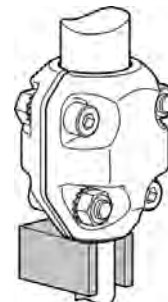

Abb. 13
- Den Motor auf den Flansch über dem Gehäuse montieren und die Kopplungswelle einsetzen. Das mit der Pumpe gelieferte Montagewerkzeug unter der Kopplung einsetzen, es dabei auf der Basis des Gehäuses auflegen, so dass die Pumpenwelle in die korrekte Position angehoben wird (Abb. 13).